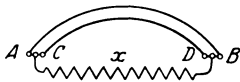

Abb. 23. Abgleichen von Widerständen zu Aufgabe 87.
87. Es soll ein Widerstand von  $0,1 [0,2] \Omega$  hergestellt werden. Zu dem Zwecke fertigt man aus 2 [2] Nickelindrähten  $\overline{AB}$  und  $\overline{CD}$  von  $1,6 [2] \text{ mm}$  Durchmesser, welche parallelgeschaltet werden (Abb. 23), einen Widerstand von  $0,101 [0,202] \Omega$  an und legt hierzu einen Nebenschluß, der aus einem  $0,4 [0,24] \text{ mm}$  dicken Drahte desselben Materials besteht.